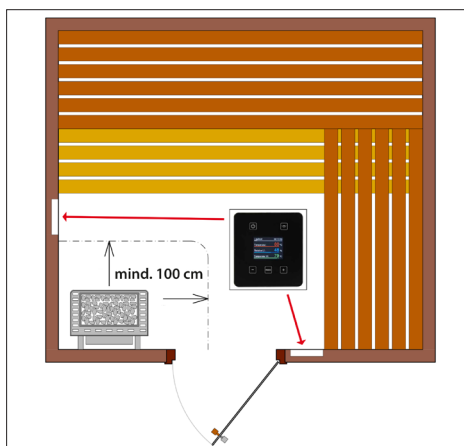

Abb. 7
**Achtung:** Beachten Sie bei der Montage des Bedienteils den Mindestabstand zum Saunaofen von mindestens 1000 mm (Abb. 7).